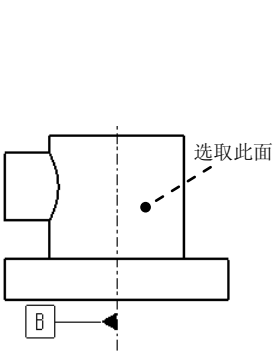
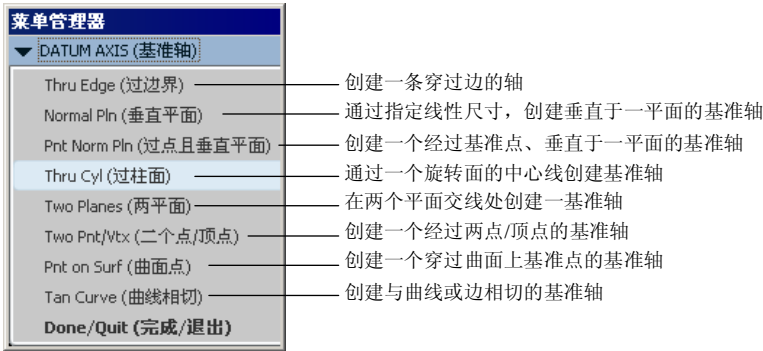

图 5.4.6 创建基准轴
图 5.4.7 “基准轴”菜单
下面将在模型 “base” 的工程图中创建图 5.4.6 所示的基准轴 B, 以此说明在工程图环境中创建基准轴的一般操作过程。
(1) 在 “轴” 对话框的 **名称** 文本栏中输入基准名 B。
(2) 单击该对话框中的 **定义...** 按钮, 在弹出的图 5.4.7 所示的 “基准轴” 菜单中选取 **Thru Cyl (过柱面)** 命令, 然后在图形区选取图 5.4.6 所示的圆柱面。
(3) 在 **类型** 区域中单击  按钮, 在 **放置** 区域中选中 ☒ **在基准上** 单选项。
(4) 单击 **确定** 按钮, 系统即在每个视图都创建基准符号。